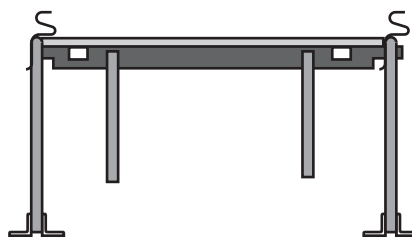

Figure 3
**A. Sens des membrures supérieures :** Toutes les membrures doivent être posées dans le même sens à l'intérieur d'une même travée. Comme vous le voyez à la figure 3, les coffrages aboutent sur un côté de la membrure supérieure, mais sont jointoyés du côté opposé afin de faciliter le décoffrage. Veuillez vous référer au dessin d'installation. Si les poutrelles ne sont pas installées tel qu'indiqué, le coffrage ne s'emboîtera pas correctement (il sera trop large ou trop étroit, selon l'espacement des poutrelles).